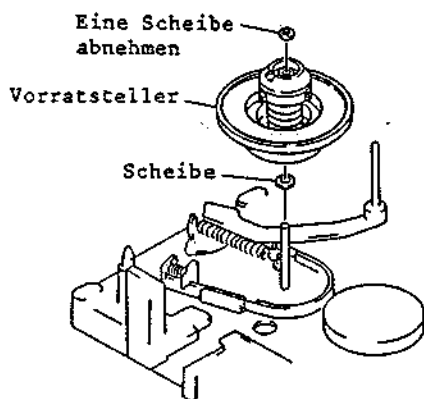

Abb. 2-72 Ausbau des Vorratstellers
**3-24 Ausbau des Vorratstellers (Abb. 2-72)**
2. Eine (1) Scheibe abnehmen und den Vorratsteller aus dem Chassis ziehen (siehe Abb. 2-72).
2. Den Vorratsteller ausbauen (siehe Abb. 2-72).
3. Eine (1) Sicherungsschraube des Vorratsteller-Zahnrades abnehmen (2-75).
4. Eine (1) Sicherungsscheibe des Vorratsteller-Hilfszahnrades abnehmen.